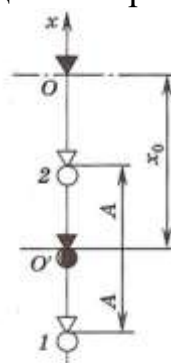

Рис. 2
5. Установите на краю, горизонтальной части лотка второй шар и осуществите запуск первого шара таким же образом, как в первом опыте. По отметкам на листе белой бумаги найдите дальности полётов шаров в горизонтальном направлении после их столкновения (рис. 2). Опыт повторите три раза, запишите результаты и найдите средние значения дальности полета первого шара l_1' (таблица 2) и дальности полета второго шара l_2' (таблица 3).
Динамометр укреплен вертикально в лапке штатива. На штатив помещают кусочек мягкой ткани или войлока. При подвешивании к динамометру грузов растяжение пружины динамометра определяется положением указателя. При этом максимальное удлинение (или статическое смещение) пружины x_0 возникает тогда, когда сила упругости пружины с жесткостью k уравнивает силу тяжести груза массой m : $kx_0 = mg$, где $g = 9,8 \text{ м/с}^2$ – ускорение свободного падения. Следовательно, $x_0 = mg/k$. Статическое смещение характеризует новое положение равновесия точку O' нижнего конца пружины (рис.2). Если вывести груз из положения равновесия и отпустить, то возникают периодические колебания груза. На груз действуют две силы: постоянная сила тяжести mg и переменная сила упругости kx . Полная механическая энергия груза в произвольной точке складывается из его потенциальной и кинетической энергии. Пренебрегая силами трения, используя закон сохранения полной механической энергии можно получить формулу для расчета максимальной скорости груза.